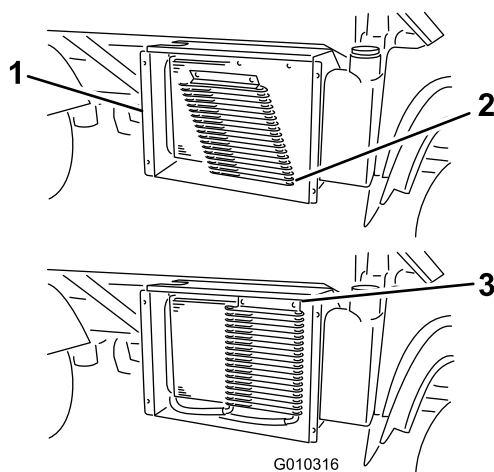

Figura 58
3. Si está instalado, abra los cierres y gire el enfriador de aceite, separándolo del radiador (Figura 58).